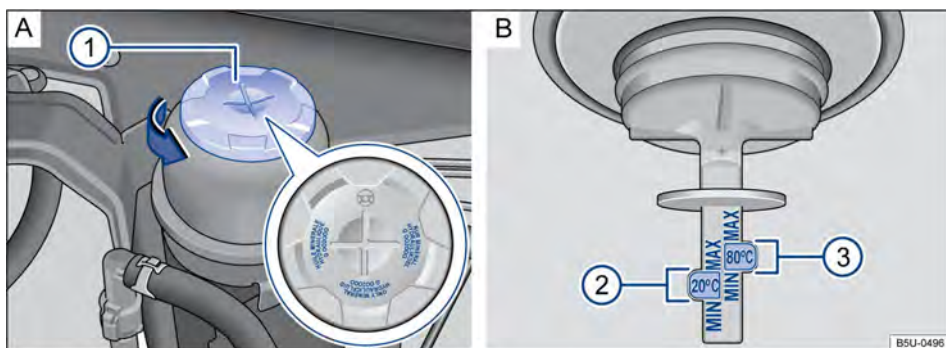

Fig. 85 No compartimento do motor: **A** Reservatório do fluido da direção hidráulica. **B** Marcações para controle do nível do fluido da direção hidráulica.
- Girar a tampa do reservatório → Fig. 85 **A** ① no sentido da seta.
- Retirar novamente a tampa e verificar o nível do fluido pelas marcações "MIN" e "MAX" com a indicação 20 °C da haste de medição **B** ②. ▶
- Retirar novamente a tampa e verificar o nível do fluido pelas marcações "MIN" e "MAX" com a indicação 80 °C da haste de medição **B** ③.